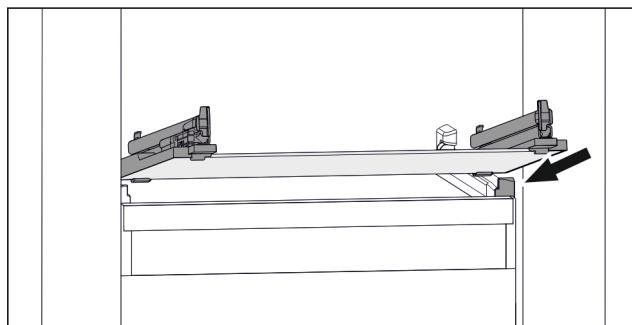

Fig. 130 Príklad zobrazenia sklenej dosky
- Nasadte sklenenú dosku šikmo za zarážkami. (pozri Fig. 130)